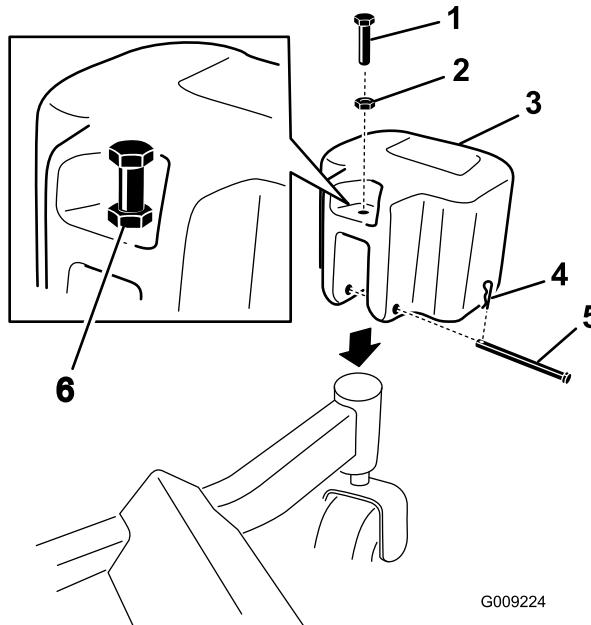

Figura 33
1. Instale os pesos da roda giratória nas rodas giratórias frontais utilizando um passador de forquilha e um contrapino (Figura 33).
2. Instale a mola no parafuso com cabeça hexagonal e instale os parafusos com cabeça hexagonal em cada peso (Figura 33).